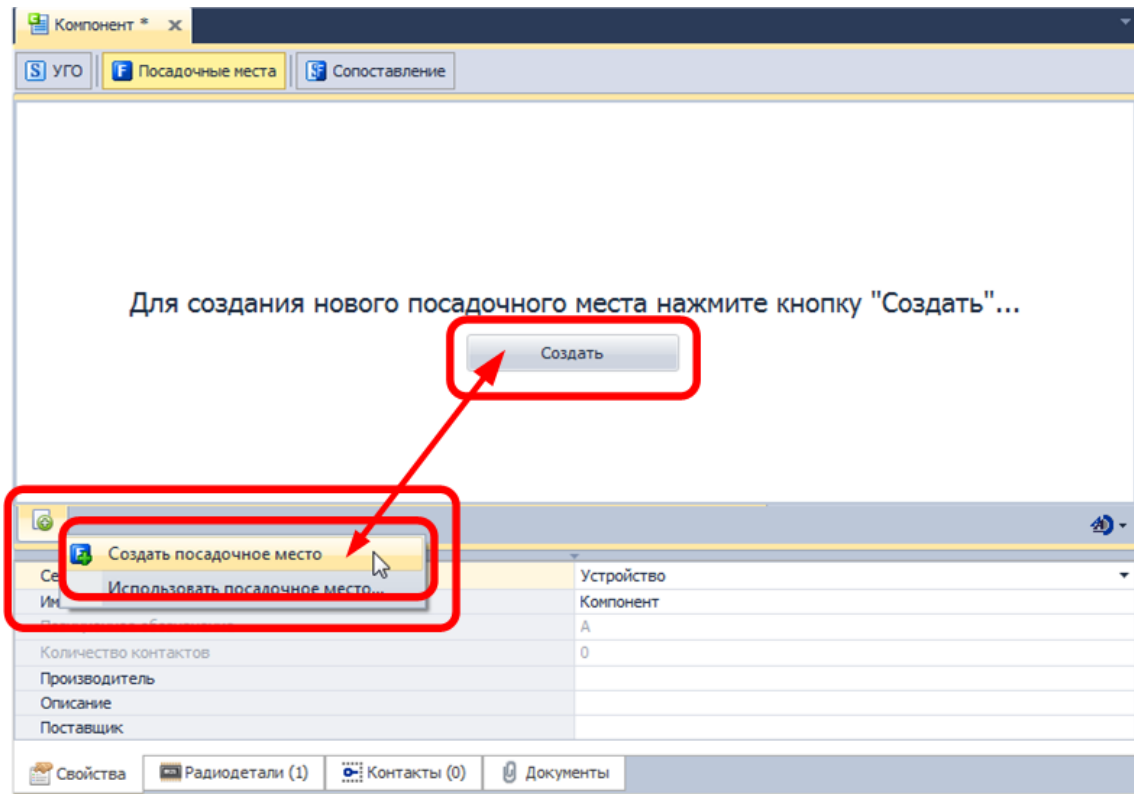

Рис. 270. Создание посадочного места в редакторе компонентов
2. Выбрать пункт «Создать посадочное место» в контекстном меню, вызываемом на кнопке «Создание/Использование посадочных мест» , см. Рис. 270.